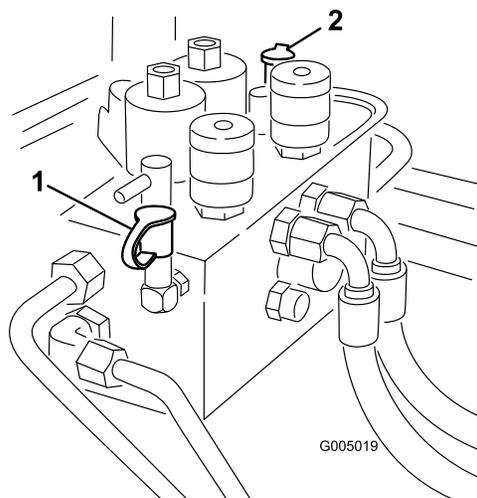

Figura 78
2. El punto de prueba B (Figura 78) se utiliza para localizar problemas en el circuito hidráulico de las unidades de corte delanteras.
3. El punto de prueba C (Figura 78) se utiliza para localizar problemas en el circuito hidráulico de las unidades de corte traseras.